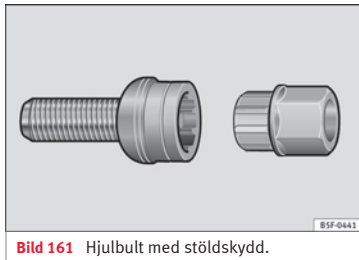

Bild 161 Hjulbult med stöldskydd.
- Sätt adaptern på hjulbulten och tryck in den så långt det går » **bild 161**.